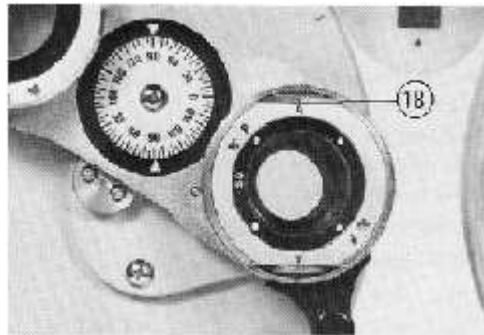

Рис.29
А) Установите кросс цилиндр (19) перед правым глазом и установите букву “А” на красную линию лупы кросс цилиндра (Рис.29).
В) Спроектируйте точечную таблицу кросс цилиндра как на рис.29. Поверните пальцем ручку реверса (18) кросс цилиндра (19). Потом спросите г. А. как он видит два изображения (на рис.30). Остановитесь на лучшей позиции. Результат должен быть как на рис. 31. Переместите красную линию на внешней оправе на  $5^\circ$  в направлении оранжевой точки (сделайте  $95^\circ$ ).